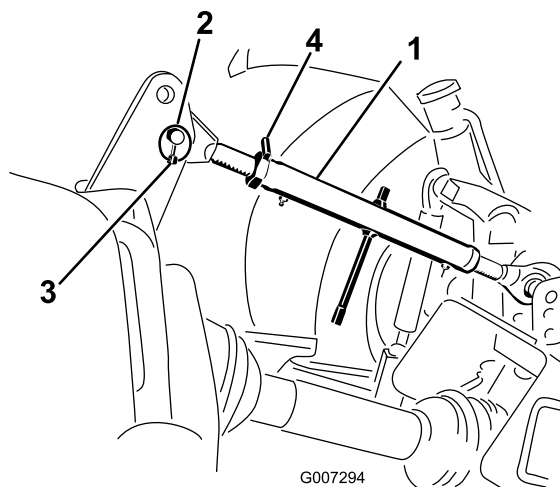

Figura 6
1. Collegate la connessione superiore al foro inferiore del braccio e fissatela al perno di connessione e all'acciarino (Figura 6).
3. Ruotate la connessione superiore per serrare la connessione. Regolate finché il telaio anteriore dell'arieggiatore si trova a 90 gradi dall'orizzontale (Figura 6).